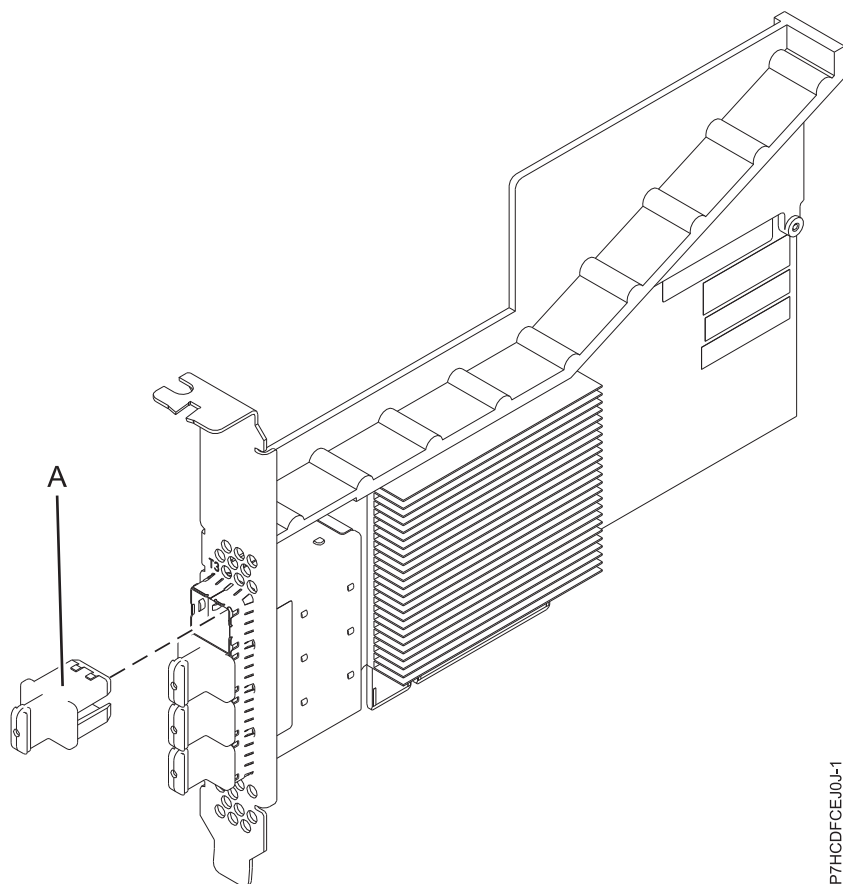

図 21. PCIe3 4 x8 SAS ポート・アダプター
PCIe3 4 x8 SAS ポート・アダプターは、PCI Express (PCIe)、第 3 世代、RAID SAS アダプターで、ロー・プロファイル、ショート・フォーム・ファクターですが、フルハイトの取り付け用にパッケージ化されています。このアダプターは、高性能で高密度のシリアル接続 SCSI (SAS) アプリケーションに使用されます。これは、4 つの mini SAS 高密度 (HD) x4 コネクターを使用して SAS DVD または SAS テープの接続をサポートするため、これにより、物理リンクをさまざまな狭幅ポート構成および広幅ポート構成で使用できるようになります。SAS テープの接続は、単一アダプター構成でのみサポートされ、同じアダプター上で SAS ディスクと混用することはできません。アダプターは、書き込みキャッシュを備えています。69 ページの図 21 は、PCIe3 4 x8 SAS ポート・アダプターを示しています。
69 ページの図 21 はアダプターを示しています。コネクター・プラグ (A) は、空白ポートに取り付けて、隣接したポート・コネクターのケーブルが差し込まれたり取り外されたりした場合のそのポートの損傷を防ぎます。